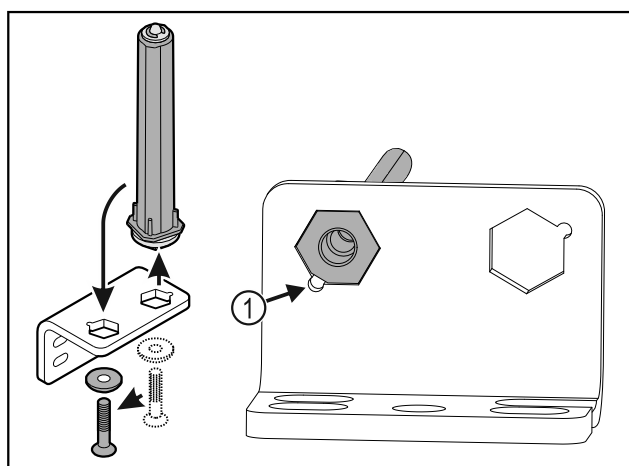

Fig. 30
- Observar que, al colocar, el bisel del perno Fig. 30 (1) apunte hacia el agujero redondo.